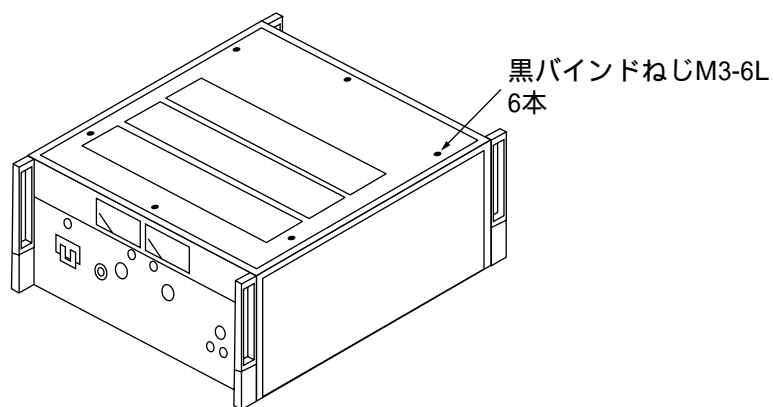

図 6-12 TYPE III モデルの上面カバーの取り外し
1. 上面カバーを外します。図 6-12 を参照してください。